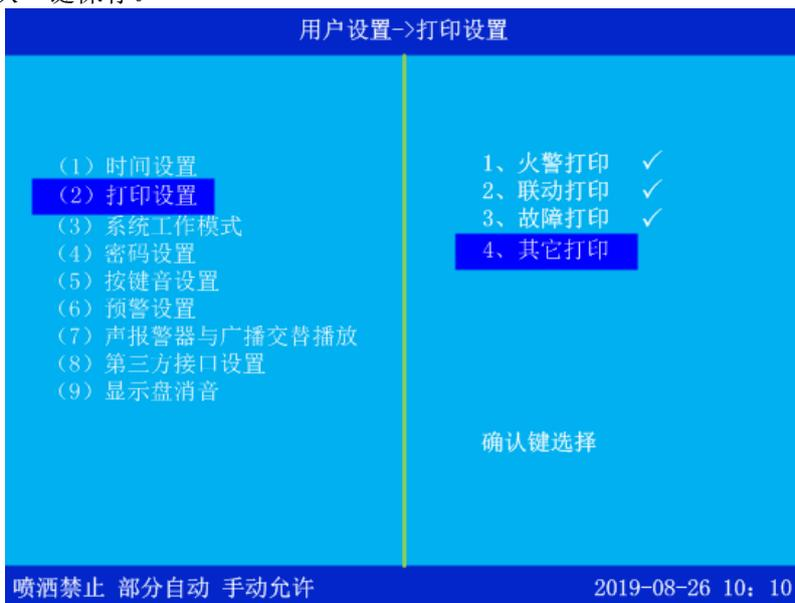

图 4-20
按下数字 2 键或光标移至 2 后按回车键, 可进入打印设置界面(图 4-20)。进入本界面后, 在打印设置中有①火警②联动③故障④其它。打了“√”表示要打印, 按“▲”、“▼”键移动, 按“确认”键选上。选完后按“确认”键保存。